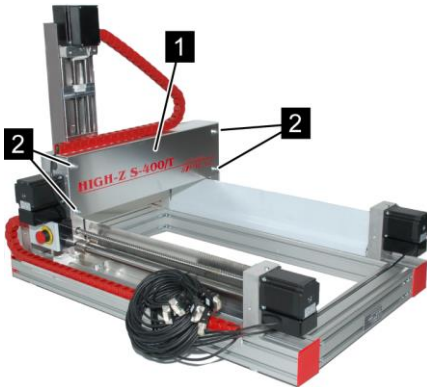

Abb. 25: Abdeckung Y-Achse
3. Vier Schrauben (Abb. 25/2) lösen und entfernen.
4. Abdeckung (Abb. 25/1) an der Y- Achse entfernen.